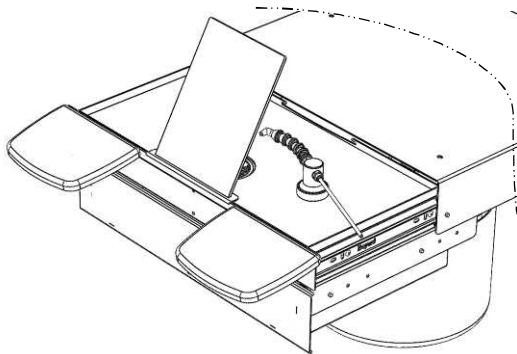

Рис. 2
Установить подставку (2) в удобном месте (пример установки на ВМУ БАЗИС – см.рис.2).